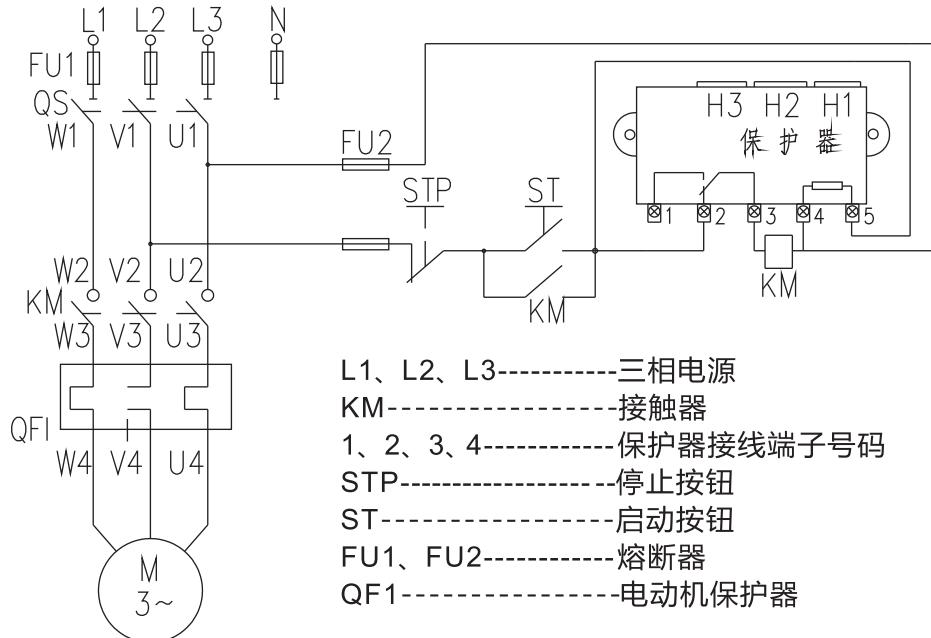

图7 控制电源电压AC380V 接线图
9.4 BHQ-S-C 30A ~ 100A控制电源电压AC380V接线图见图7